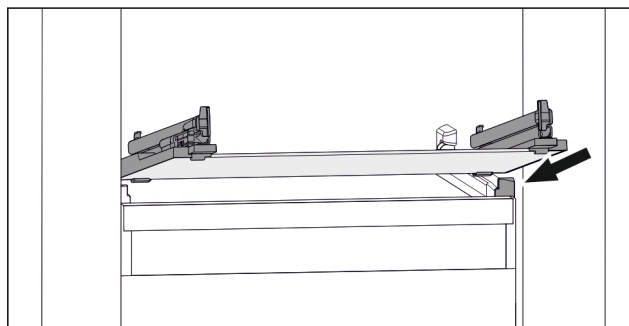

Fig. 112 Rappresentazione esemplificativa del ripiano in vetro
- Applicare il ripiano in vetro obliquamente dietro i fermi. (vedere Fig. 112)